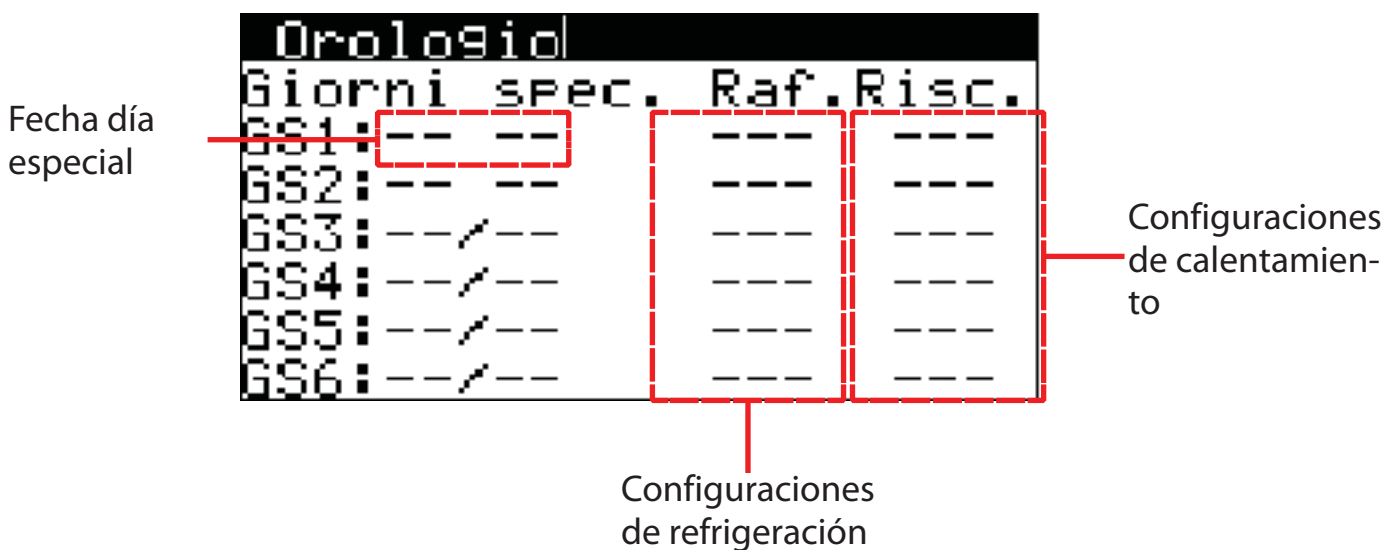

Fig. 12
5. pantalla de las configuraciones de los días especiales (Fig. 12)\*